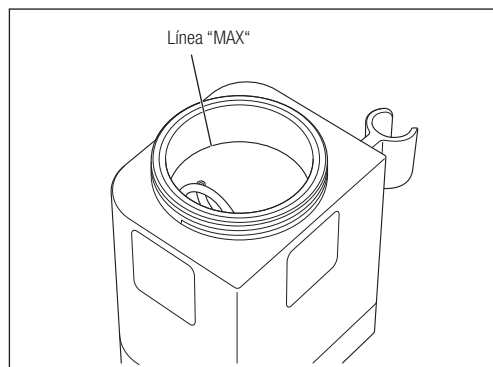

Fig. 23
- 1) Seleccione el depósito y el polvo que va a utilizar con este modo. Rellene el depósito con polvo hasta la línea "MAX" (aproximadamente 80 g de FLASH pearl o 50 g de polvo Perio Mate) (Fig. 23).